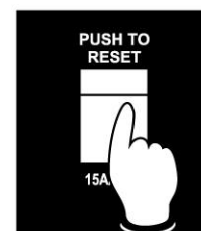

Fig. 3
- 9- El máximo de carga de este distribuidor de corriente es de 1800 Watts / 15 Amp 120V/60Hz y 2300 Watts / 10 Amp para 230V/50Hz. Si esta carga se excede, el protector se disparará (9), cortando la corriente de alimentación. Si esto sucede disminuya la carga y vuelva a presionar el interruptor de protección. (Fig. 3)